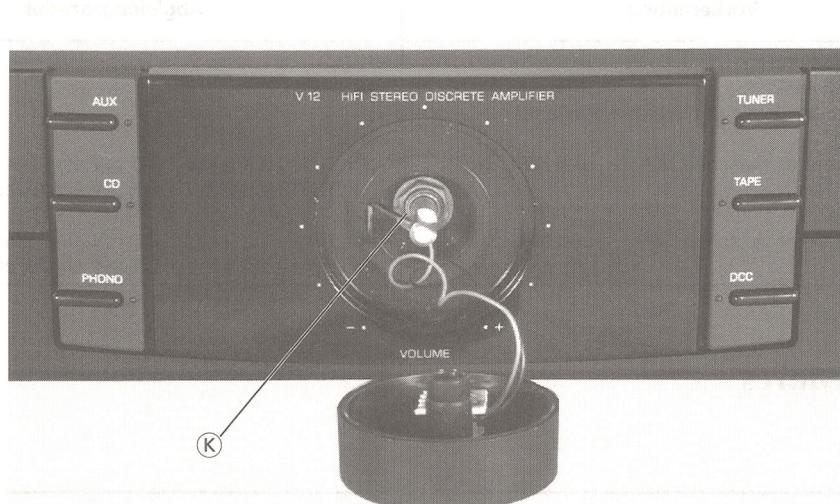
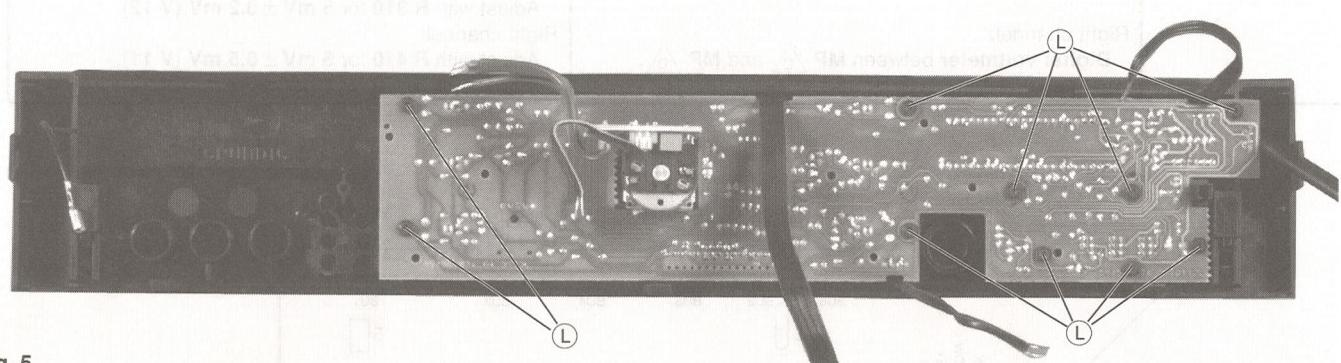

Fig. 4
Fig. 5
5. Ausbau der Potiplatte (Fig. 4)
- Die Mutter (K) losschrauben.
6. Zerlegen der Frontplatte (Fig. 5)
- Die 10 Schrauben (L) herausschrauben.
5. Disassembling of the Potentiometer Board (Fig. 4)
- Unscrew the nut (K).
6. Disassembling of the Front Panel (Fig. 5)
- Undo the 10 screws (L).